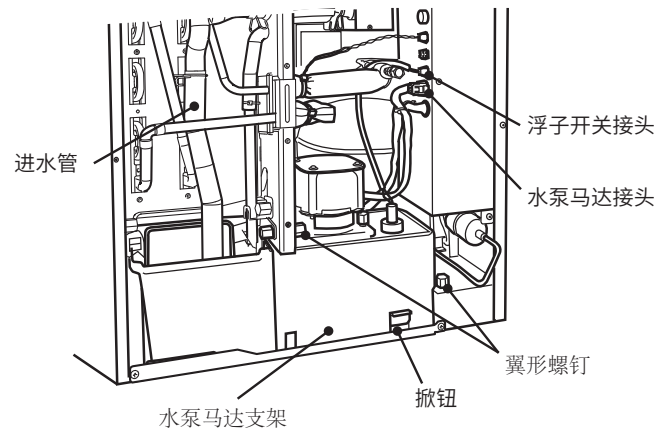

图 3
2) 松开固定水泵马达支架的翼形螺丝。 请参见图3。
请务必将进水软管从铜管后部穿过,并将其牢固连接到位”(参见图3)。否则,进水软管可能会卡在前隔离片中,导致运行异常。